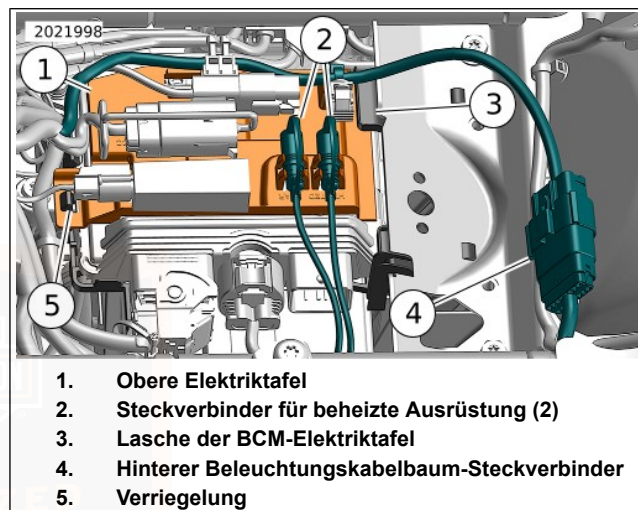
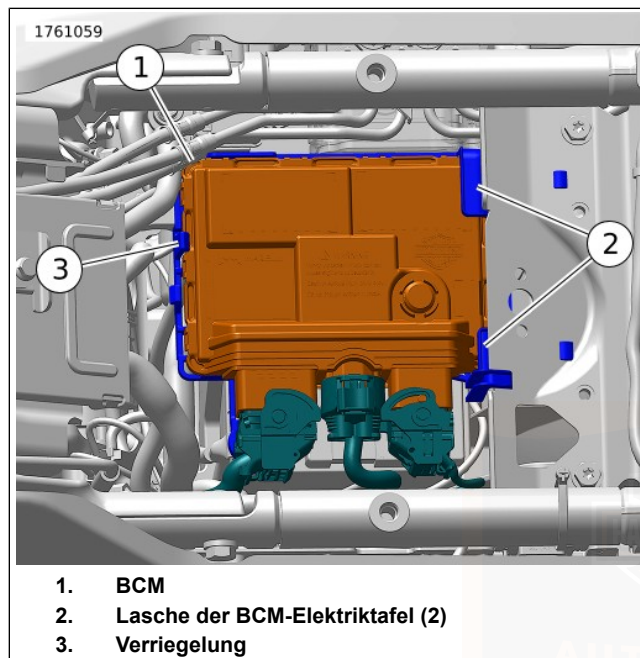
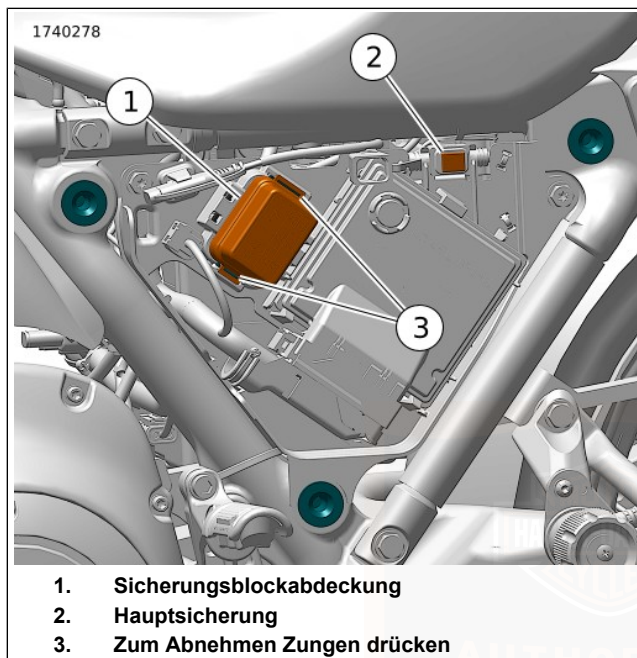

Abbildung 116. Ausbau/Einbau der oberen Elektriktafel
Abbildung 117. Ausbau/Einbau des BCM
Abbildung 120. Sicherungsblock (unter der linken Seitenabdeckung)
- d. Siehe Abbildung 120 . Die Hauptsicherung (2) ausbauen.
3. Siehe Abbildung 116. Den Steckverbinder (4) des hinteren Beleuchtungskabelbaums abklemmen.
4. Die Steckverbinder (2) der beheizten Ausrüstung von der oberen Elektrizitätstafel (1) entfernen.
5. Die Verriegelung (5) leicht nach hinten drücken und die Vorderseite der oberen Elektrizitätstafel anheben. Die obere Elektrizitätstafel nach vorne schieben, um sie von der Lasche (3) der BCM-Elektrizitätstafel zu lösen.
7. Siehe Abbildung 117. Die Verriegelung (3) leicht nach vorne drücken und die Vorderseite des BCM (1) anheben. Das BCM nach vorne schieben, um es von den Laschen (2) der BCM-Elektrizitätstafel zu lösen.
9. Siehe Abbildung 117. Das BCM (1) in die Position oben auf der BCM-Elektriktafel absenken. Das BCM nach hinten unter die hinteren Laschen (2) der BCM-Elektriktafel schieben.
10. Die Vorderseite des BCM nach unten drücken, bis die Verriegelung (3) einrastet.
11. Siehe Abbildung 116. Die obere Elektriktafel (1) in die Position oben auf dem BCM absenken. Die obere Elektriktafel nach hinten unter die Lasche (3) der BCM-Elektriktafel schieben.
12. Die Vorderseite der oberen Elektriktafel nach unten drücken, bis die Verriegelung (5) einrastet.
13. Die Steckverbinder (2) für die beheizte Ausrüstungen in den Haltern an der oberen Elektriktafel anbringen.
14. Den Steckverbinder (4) des hinteren Beleuchtungskabelbaums anschließen.
15. Siehe Abbildung 120 . Die Hauptsicherung (2) einbauen.
Siehe Abbildung 120. Eine 60 A -Hauptsicherung (2) befindet sich in der Nähe des Sicherungsblocks. Wenn die Hauptsicherung entfernt wird, unterbricht das die Stromversorgung zu allen Systemen, außer Anlasser und Anlassermotor/-magnetschalter.
Siehe Abbildung 120. Sicherungen befinden sich unter der linken Seitenabdeckung.